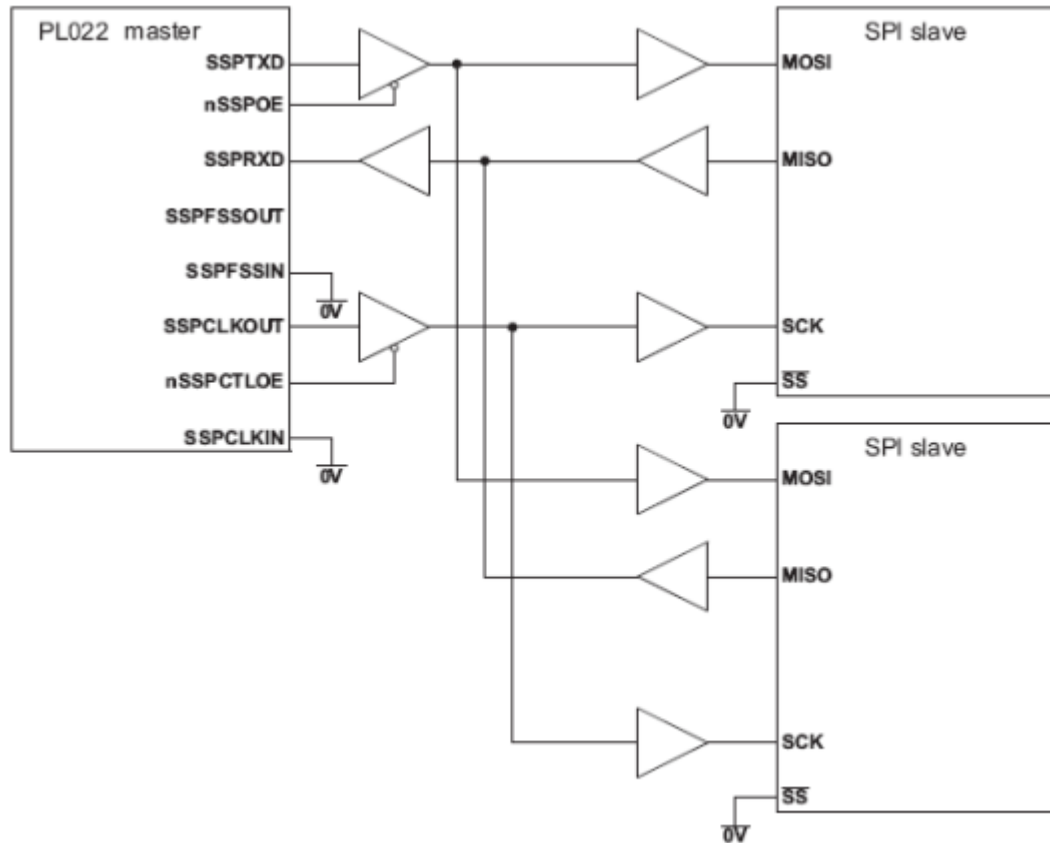

Рисунок 76 Ведущее устройство SSP подключено к двум ведомым, поддерживающим протокол SPI
Рисунок 76 показывает подключение модуля SSP, сконфигурированного как ведущее устройство, к двум ведомым устройствам, поддерживающим протокол SPI фирмы Motorola. Внешние устройства сконфигурированы как ведомые путем установки в низкий логический уровень сигнала выбора ведомого устройства Slave Select (SS). Как и в предыдущем примере, ведущее устройство способно передавать данные в адрес ведомых циркулярно по линии SSP_TXD. Ответная передача данных на входную линию SSP_RXD ведущего устройства одновременно осуществляется только одним из ведомых по соответствующей линии MISO.